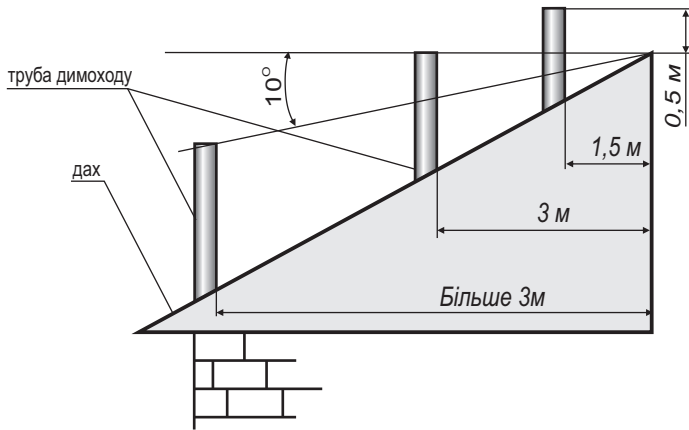

Рис.4. Схема розміщення труб димового каналу
6.11 Труба каналу димоходу рис.4 повинна бути виведена вище зони вітрового підпору. Висота труби димоходу над дахом будинку встановлюється залежно від відстані його від конька по горизонталі й повинна бути: